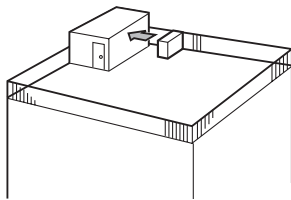

Fig. 2-4
① Coloque la salida de aire de frente a la pared más próxima a una distancia de unos 50 cm de ella. (Fig. 2-4)